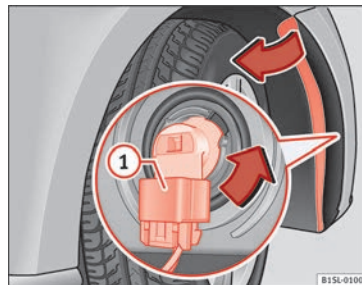

Fig. 87 Cambio de las lámparas de los faros.
4. Desbloquee el conector » fig. 87 1 y retírelo.
5. Gire el portalámparas » fig. 87 en la dirección de la flecha, **en sentido contrario a las agujas del reloj** hasta el tope y extraígallo junto con la lámpara retirándolo hacia atrás.